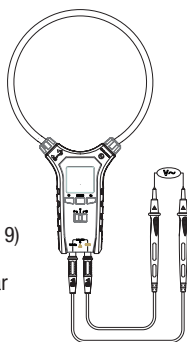

Figura 9
4. Conecte los cables de prueba a la tensión que se medirá (figura 9) y medidor seleccionará automáticamente la escala. La pantalla principal mostrará los RMS de la tensión CA y la pantalla auxiliar mostrará el valor de la frecuencia.